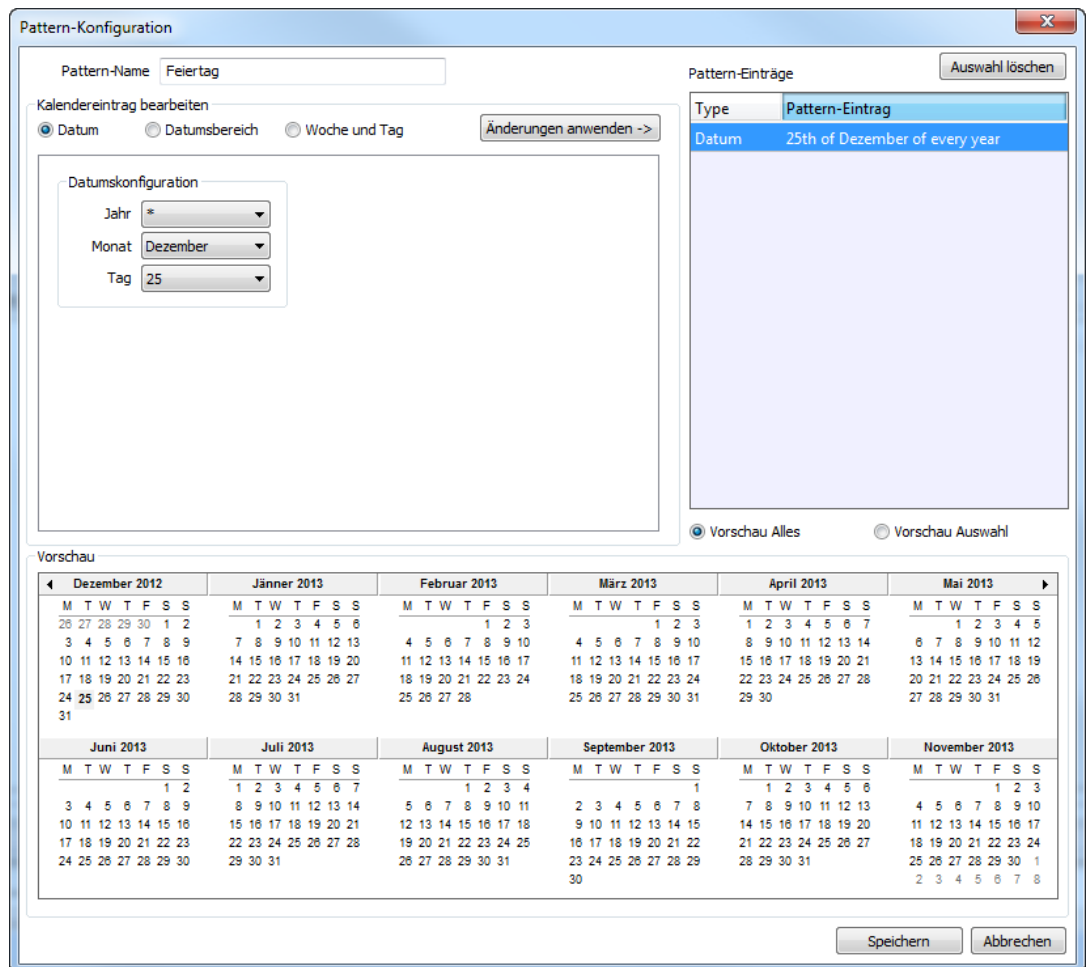

Abbildung 60: Dialogfenster zur Konfiguration eines Kalender-Patterns
4. Der **Pattern-Konfiguration**-Dialog erscheint, der in Abbildung 60 dargestellt ist. Fügen Sie neue Daten hinzu indem Sie neue Datumskonfigurationen eingeben. Klicken Sie dann auf **Neuer Eintrag**. Das Datum erscheint dann in der Liste **Pattern-Einträge** auf der rechten Seite des Fensters.